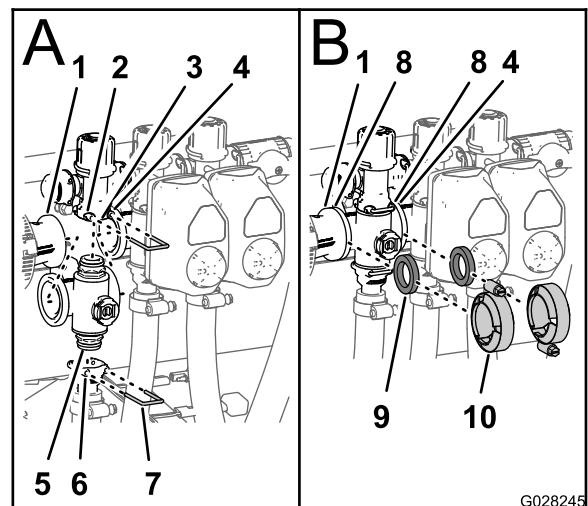

Bild 78
- Setzen Sie das obere Endkappen-Anschlussstück des Verteilerventils in das Anschlussstück des Sicherheitsventils ein (A in Bild 78).
- Stecken Sie einen Halter in die Buchse des Anschlussstückes des Sicherheitsventils, um das Endkappen-Anschlussstück am Anschlussstück des Sicherheitsventils zu befestigen (A in Bild 78).
3. Montieren Sie das Auslaufanschlusstück am unteren Endkappen-Anschlusstück des Verteilerventils (A in Bild 78).
4. Stecken Sie einen Halter in den Sockel des Auslaufanschlusstückes, um das Endkappen-Anschlusstück am Auslaufanschlusstück zu befestigen (A in Bild 78).
5. Fluchten Sie eine Dichtung zwischen den Flanschen der Reduzierkupplung und dem Abschnittventilverteiler aus (B in Bild 78).
6. Montieren Sie die Reduzierkupplung, die Dichtung und den Abschnittventilverteiler mit einer Klemme und ziehen sie mit der Hand an (B in Bild 78).
7. Fluchten Sie für den Einbau der zwei ganz links gelegenen Abschnittventile eine Dichtung zwischen den Flanschen der zwei danebenliegenden Abschnittventilverteiler aus (B in Bild 78).
8. Montieren Sie die zwei danebenliegenden Abschnittventilverteiler und eine Dichtung mit einer Klemme und ziehen sie mit der Hand an (B in Bild 78).